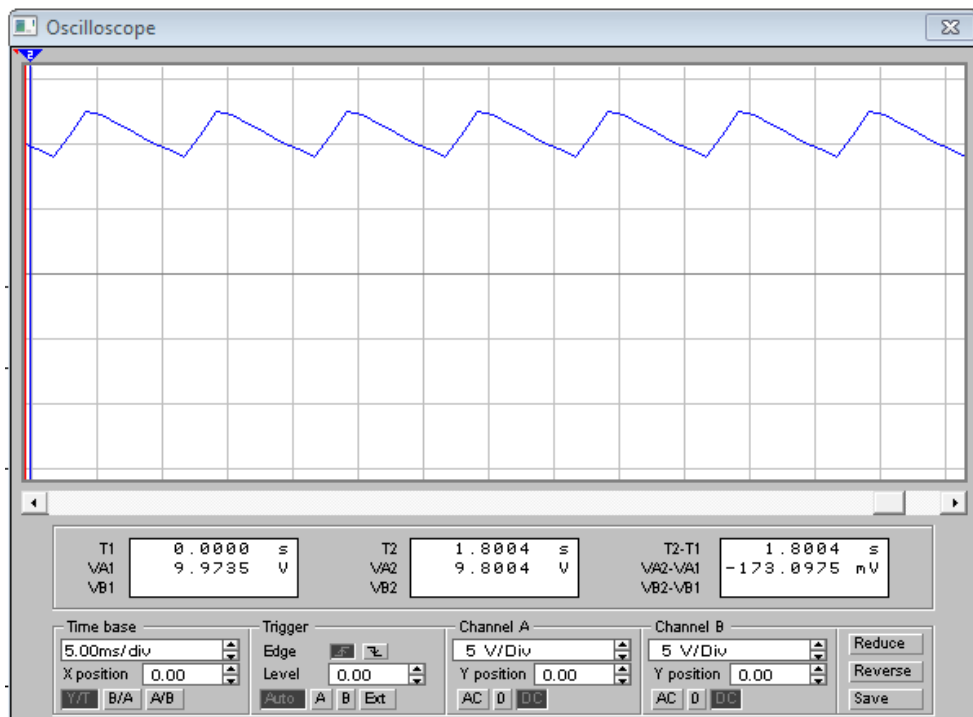

Рисунок 10.5 – Осцилограма напруги на виході однофазного двонапівперіодного мостового випрямляча з ємнісним згладжувальним фільтром
11. Підключити конденсатор C і змінюючи величину ємності згідно таблиці 10.2 записати показання приладів і замалювати осцилограми напруг (рис. 10.5).